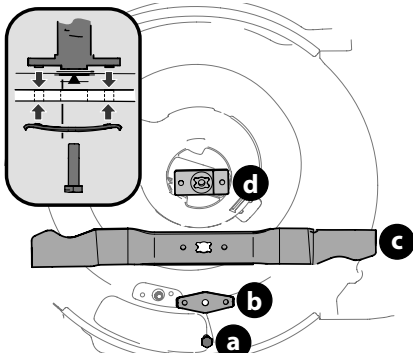

Figura 25
- Retire el perno (a) y el soporte de campana de la cuchilla (b) que sostienen la cuchilla y el adaptador de la cuchilla al cigüeñal del motor (Figura 25).
- Retire la cuchilla (c) y el adaptador de la cuchilla (d) del cigüeñal (Figura 25).
7. Lubrique el cigüeñal del motor y la superficie interna del adaptador de la cuchilla con aceite ligero (Figura 25 inset).